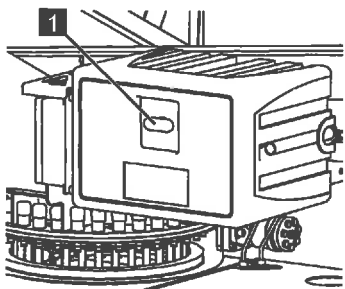

Abb. 201
3. Mit dem Schlüssel für die Staubbox das Schloss (Abb.201/1) gegen Uhrzeigersinn drehen um die Staubbox zu verschließen.
4. Abdeckkappe auf die Verriegelung (Abb.201/1) drücken.